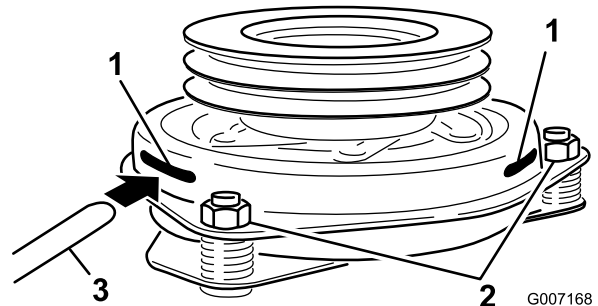

Figura 56
che si trovi tra le superfici di frizione dell'indotto e del rotore (Figura 56).
10. Stringete i dadi di bloccaggio fino a fissare leggermente lo spessimetro facendo però in modo di poterlo muovere facilmente all'interno del traferro (Figura 56).